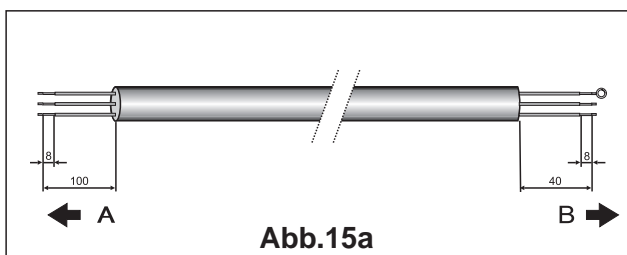

Abb.15a
2. Präparieren Sie die Kabelenden zur Stromversorgung für die Kabel zwischen den Außen- und Innengeräten, wie in Abb. 15a bzw. 2b gezeigt wird.